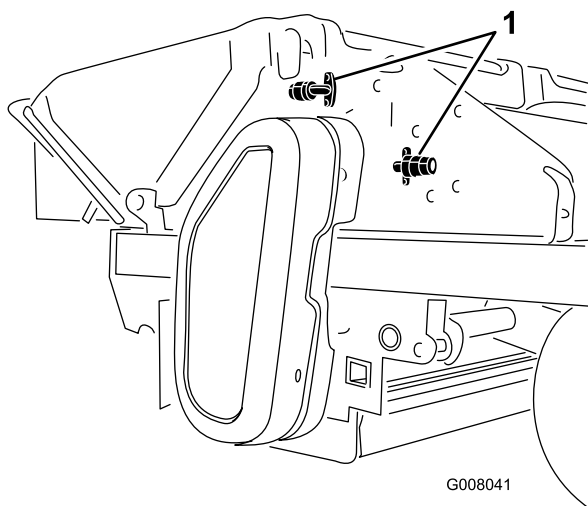

Figura 36
1. Quando o funcionamento está concluído, utilize as portas de lavagem (Figura 36) ou pulverize a área de corte.